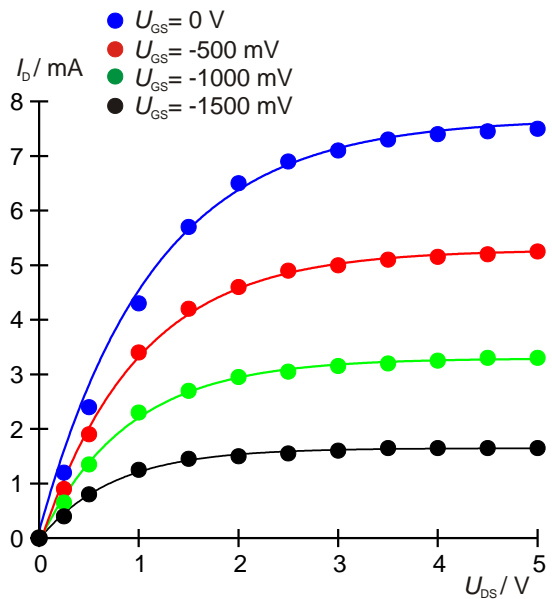

Fig. 5: Linhas características de transistor de efeito de campo para diferentes tensões gate.
- Representar graficamente os valores de medição para as diferentes tensões gate em diagrama  $I_D - U_{DS}$  (Fig. 5)